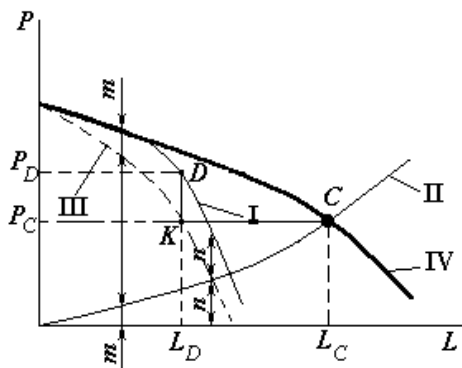

Рис. 25
*Решение.* Графическое решение данной задачи показано на рис. 25. Пусть известна характеристика одного вентилятора – кривая P (линия I) и характеристика каждого участка